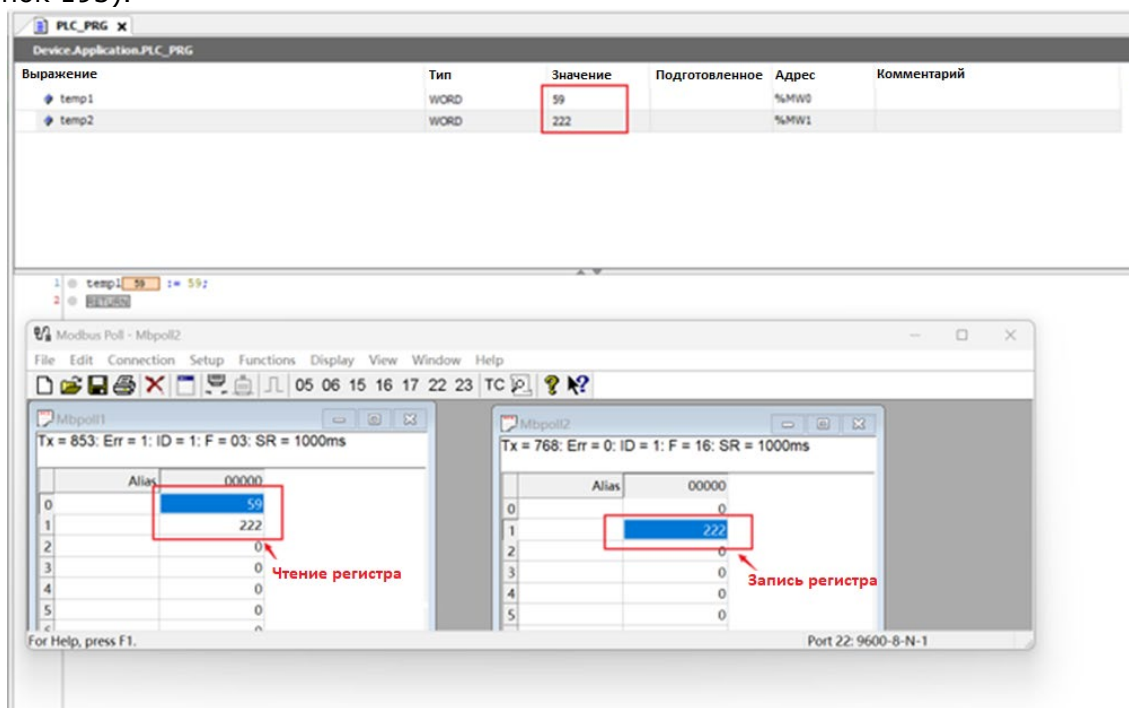

Рисунок 193 – Демонстрация работы устройства GR200-CS4-4S-DCD в режиме TCP Client, конвертация Modbus RTU в Modbus TCP
В Modbus Poll значение регистра 0 отображает значение переменной «temp1» (59) из программы IDE. Установим в регистре 1 значение 222. Переменная «temp2» примет соответствующее значение 222 (Рисунок 193).